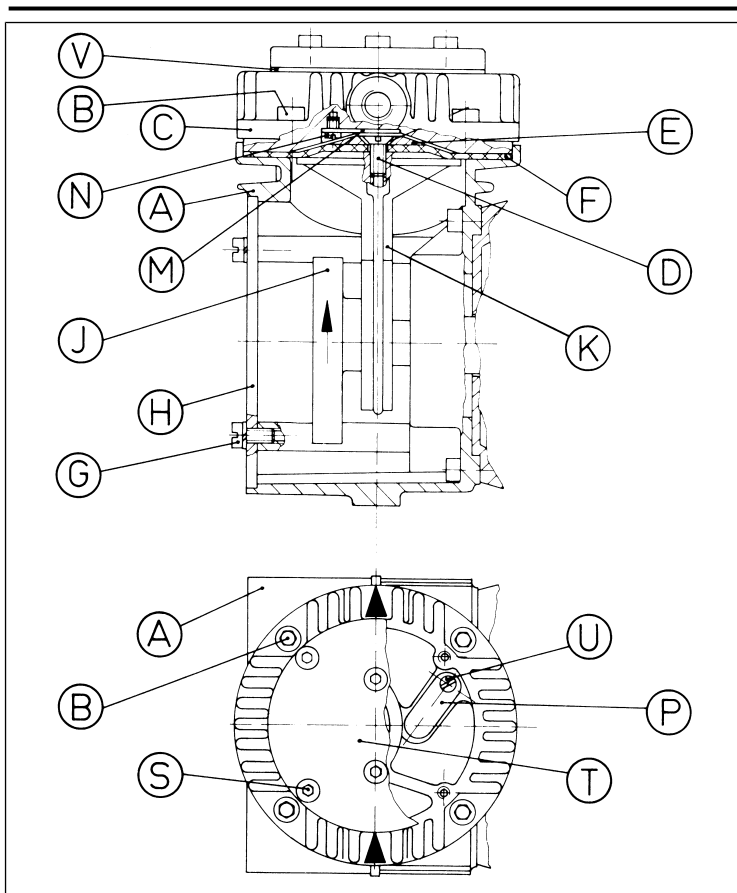

Fig.5: Pièces de pompe
\*\*Selon Fig. 5
Tab.20: Pièces de rechange selon Fig. 5
Membrane et soupapes remplacées.	<ul style="list-style-type: none"> <li>→ Vérifiez l'étanchéité des tuyaux.</li> <li>→ Serrez éventuellement avec précaution en croix les vis (B) et (S) (voir Fig. 5).</li> </ul>